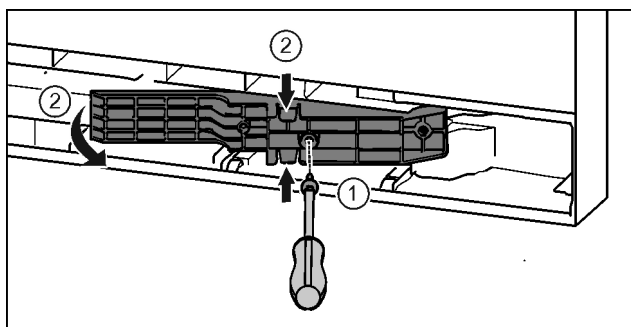

Fig. 22*
- ▶ Vijake odvijte z izvijačem T15.* Fig. 22 (1)
- ▶ Izvlecite prilagodilnik.* Fig. 22 (2)